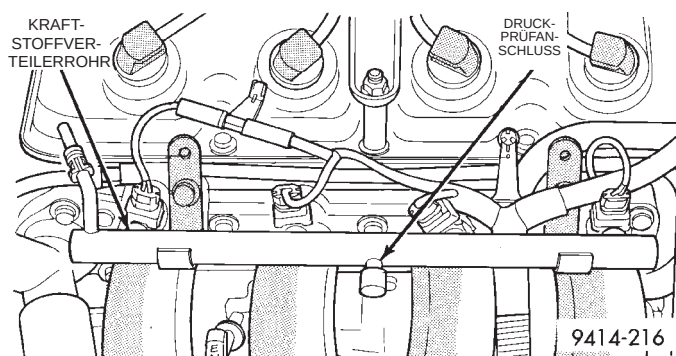

Abb. 8 Kraftstoff-Druckprüfanschluß—Beispiel
(1) Das Minuskabel vom Zusatz-Überbrückungsanschluß abklemmen.
(2) Den Tankdeckel abschrauben.
(3) Die Schutzkappe vom Druckprüfanschluß am Kraftstoffverteilerrohr abschrauben (Abb. 8).